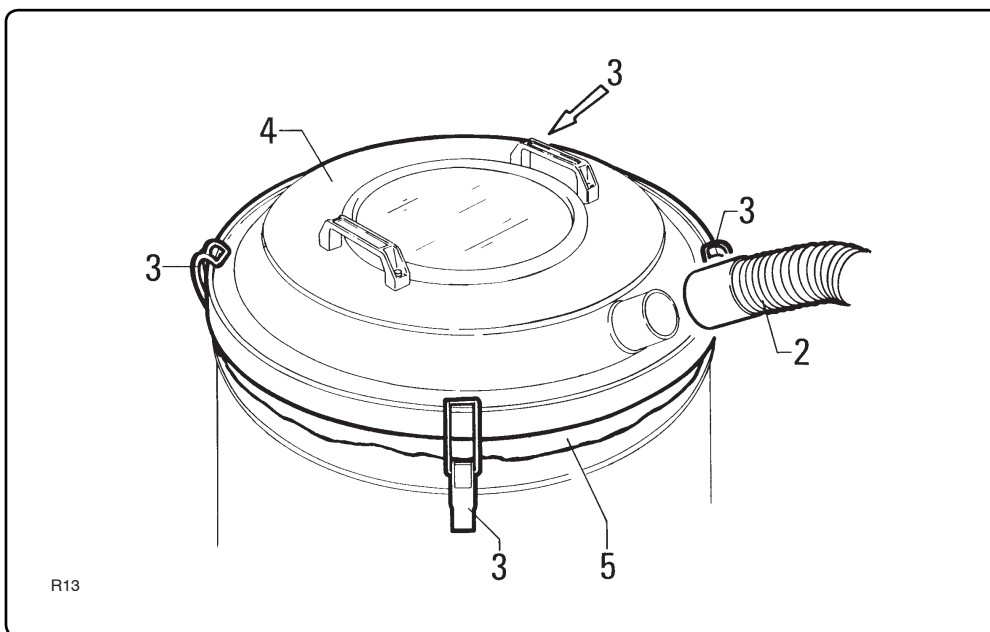

Fig. 7.5.1
7.5.1 - Sostituzione del sacco raccoglitore (fig. 7.5.1)
7.5.1 - How to replace the swarf bag (fig. 7.5.1)
7.5.1 - Remplacement du sac de récupération (fig. 7.5.1)
7.5.1 - Sustitución de la bolsa de recogida (fig. 7.5.1)
- Inserire il sacco nuovo col bor-do "5" leggermente sporgente (fig. 7.5.1).
- Insert the new bag with the edge "5" slightly projecting (fig. 7.5.1).
- Introduisez le nouveau sac avec le bord "5" légèrement en saillie (fig. 7.5.1).
- Introducir la bolsa nueva con el borde "5" que sobresalga levemente (fig. 7.5.1).